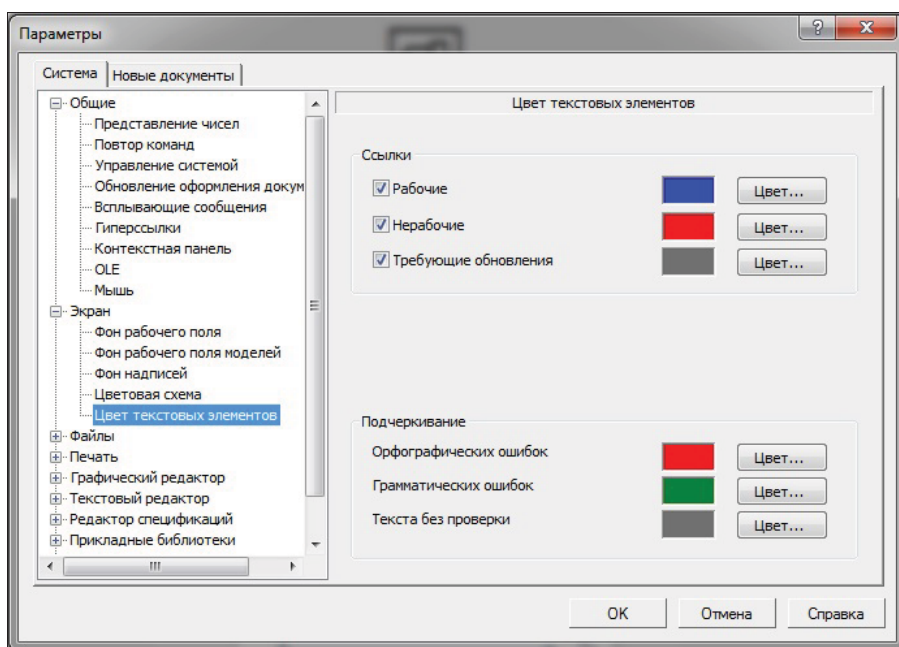

Рис. 4.6. Диалоговое окно Параметры с открытой панелью Цвет текстовых документов
- ◆ щелкните ЛК мыши по пункту **Цвет текстовых документов**. В правой части диалогового окна (рис. 4.6) осуществляется настройка цвета текстовых элементов, отображаемых в окне документа.